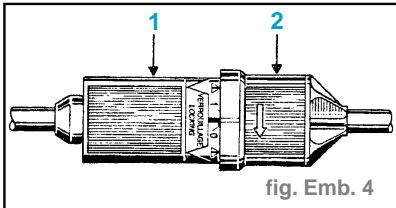

fig. Emb. 4
- boîtier (1) - couvercle (2), (fig. Emb. 4)